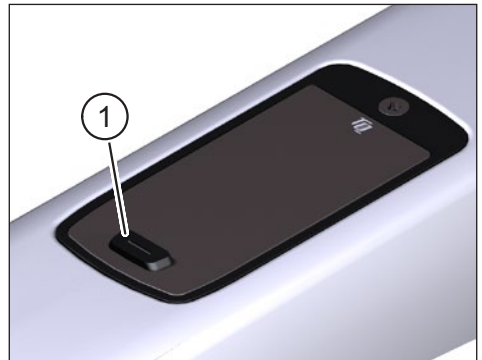
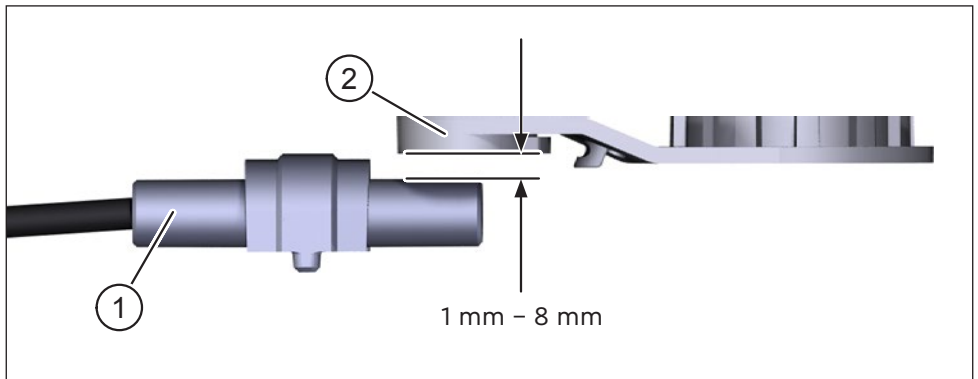

Abb. 1: Display
Abb. 2: Montage – Abstand zwischen Geschwindigkeitssensor und Magnet
- ▶ Einschalten der Drive Unit durch **kurzes** Drücken der Taste (Pos. 1 in Abb. 1) auf dem Display.
- ▶ Ausschalten der Drive Unit durch **langes** Drücken der Taste (Pos. 1 in Abb. 1) auf dem Display.
Die Geschwindigkeit des E-Bikes wird mit Hilfe eines Magneten (Pos. 2 in Abb. 2) gemessen, der Impulse am Speedsensor (Pos. 1 in Abb. 2) auslöst. Der Speedsensor und der Magnet werden beim Hersteller mit einem Abstand zwischen 1 mm und 8 mm (siehe Abb. 1) im Bereich des Hinterrades montiert.